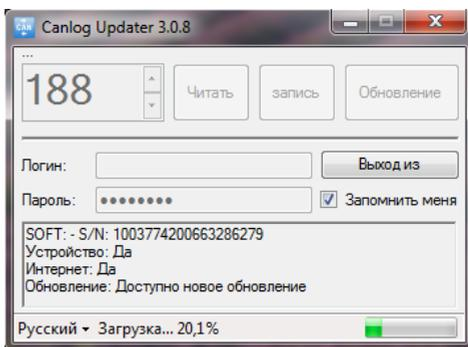

Рис. 9 – Обновление прошивки контроллера P145_20.
6. Нажмите кнопку «Обновление». Начнется процесс загрузки списка поддерживаемых ТС (см. рис. 9).